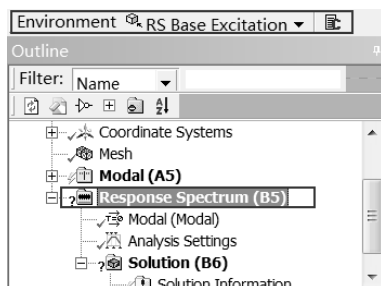

图 8-43 Environment 工具栏
Step1：选择 Mechanical 界面左侧 Outline（分析树）中的 Response Spectrum（B5）选项，此时会出现如图 8-43 所示的 Environment 工具栏。